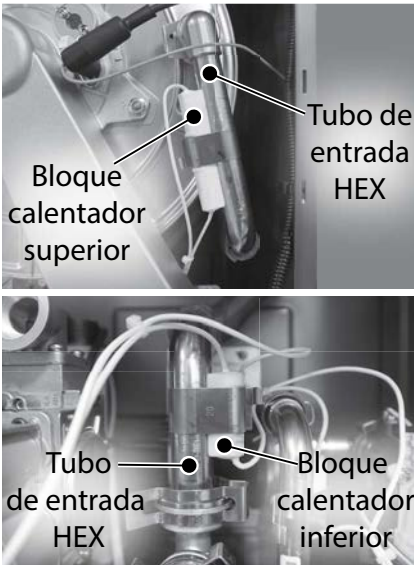

Figura 136 - Retire los bloques calentadores del tubo de entrada HEX.
22 Ubique los dos bloques calentadores conectados al tubo de entrada HEX superior e inferior, como se muestra en la Figura 136. Retire los soportes (tamaño 20) que fijan los bloques calentadores al tubo. Deje los soportes a un lado en un lugar seguro para volver a instalarlos. Tienda los bloques calentadores y el cableado en el interior del gabinete del calentador de agua para facilitar el acceso al intercambiador de calor.
61 Ubique los dos (2) bloques calentadores y los dos (2) soportes (tamaño 20) que se retiraron anteriormente en el **Paso 22**. Instale los bloques calentadores en el tubo de entrada HEX y fije con los soportes, como se muestra en la Figura 136.